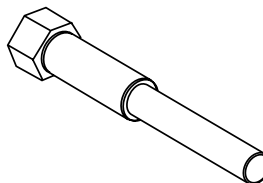

Bild 16. Övre kopplings (remskivans) borttagningsverktyg
- Lokalisera kopplingsborttagningsverktyget som tillhandahålls med glättaren, art.nr 23294 placerad inom dokumentationsrutan. (bild 16)
4. Håll återigen svänghjulet på plats enligt ovan och träd det särskilda borttagningsverktyget för övre remskiva (bild 16), i den övre remskivan. Dra åt tills taperlocket lossnar. Skjut remskivan från axeln.